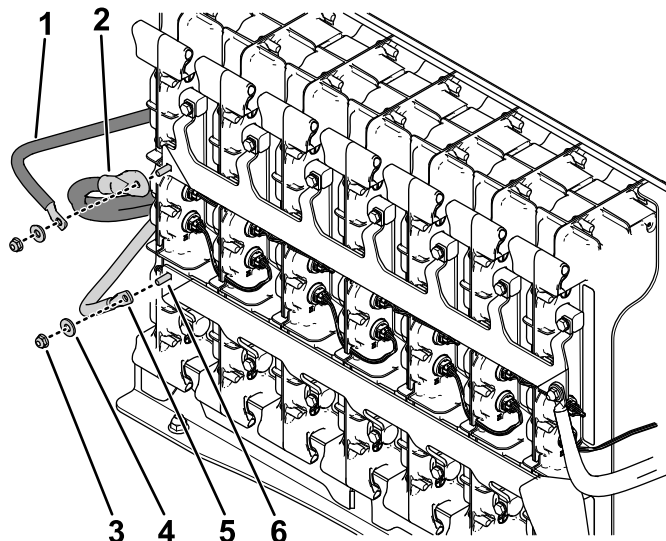

Bild 6
- Verwenden Sie zwei Schlossschrauben ($\frac{1}{4}$ "), Unterlegscheiben ($\frac{1}{4}$ ") und zwei Sicherungsmuttern, um die roten und schwarzen Akkukabel mit den Stromschienen am hinteren Akkufach zu verbinden, wie in Bild 6 dargestellt.
Hinweis: Das im Kit enthaltene schwarze Akkukabel wird, wie in Bild 6 dargestellt, an das vorhandene schwarze Akkukabel der Maschine angeschlossen.